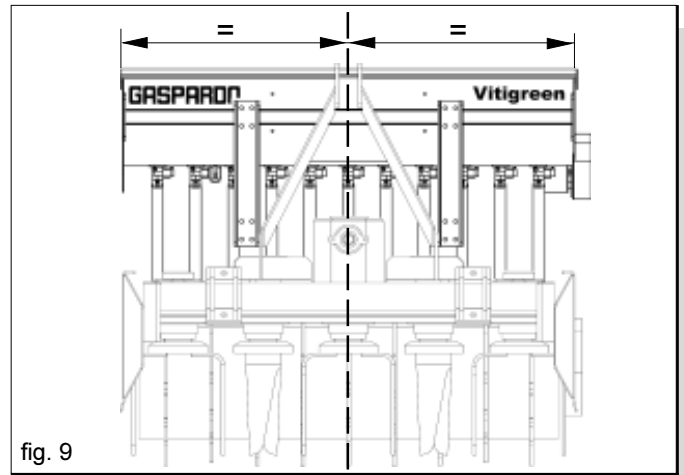
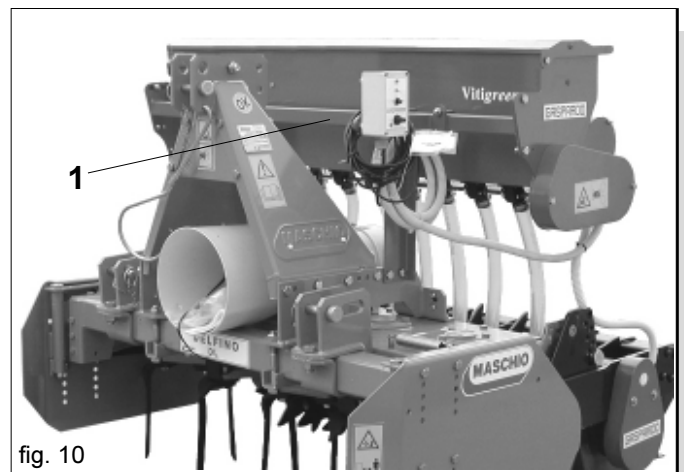

fig. 9
fig. 10
La sembradora se puede aplicar en cualquier equipo gracias a la sencilla barra de soporte (1 Fig. 10) de la tolva.
- 2) Con cuatro pernos en U fije la barra de soporte (1 Fig. 10) de la tolva (2 Fig. 8) a los soportes (1 Fig. 8), centrándola en el eje del equipo (Fig. 9).
Para aplicaciones en otros equipos, utilice sólo la barra de soporte de la tolva (1 Fig. 10).